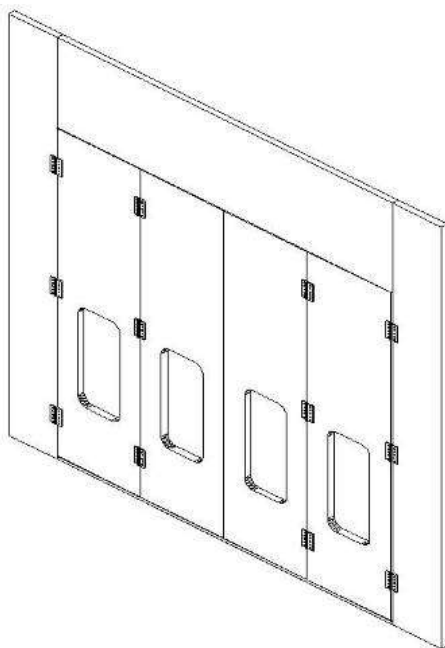

Рис. 1.3
- Составные элементы фронтальной стенки камеры: (см. рис. 1.3)